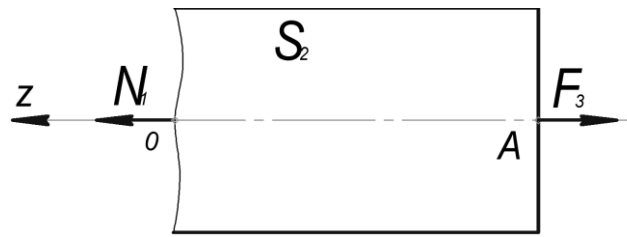

Рисунок 1.2
Участок I (AB). Рассечём, мысленно, стержень в местах, где необходимо определить значения внутренних усилий и внутренних напряжений. Одну из частей (левую) отбросим (рис. 1.2), а для оставшейся составим уравнение равновесия $\sum F_i = N_1 - F_3 = 0$, заменив при этом действие отброшенной части на оставшуюся неизвестной внутренней силой N_1 .